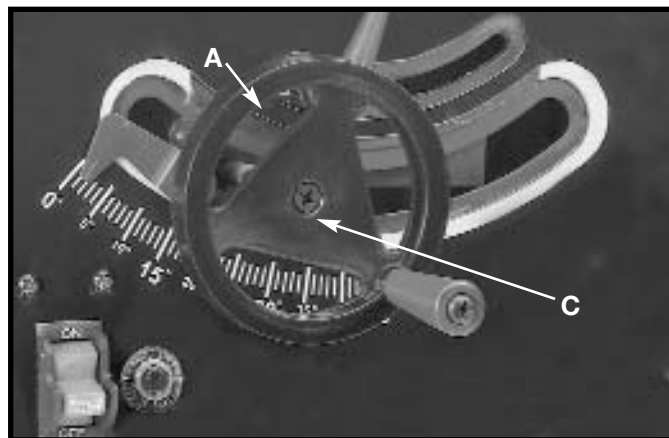

Fig. 7
- Fije el volante de mano (A) Fig. 7 al eje, utilizando el tornillo M6x1x12mm screw (C).